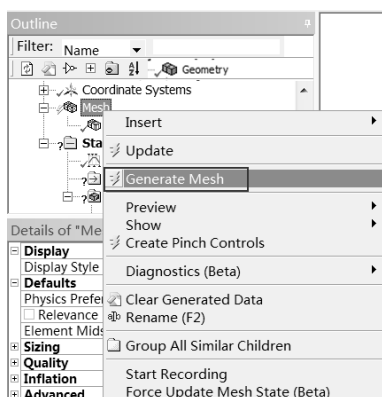

图 19-113 执行网格计算
Step3 : 如图 19-113 所示, 右击 Mesh 选项, 在弹出的快捷菜单中选择 Generate Mesh 命令。